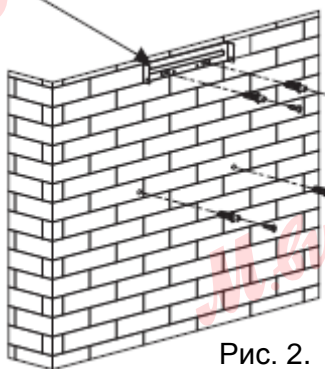

Рис. 2.
4. С помощью дюбелей закрутите 4 х 30 мм винта в стену, затем с помощью двух винтов 4 мм х 40 мм закрепите кронштейн внутреннего короба на стене. См. рис. 2.